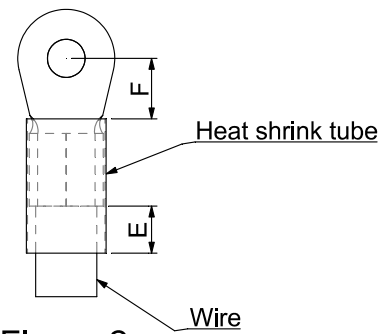

Figure 2.
- 在把電線壓接至符合 UL 認證的環狀端子後，才能在電線套上也是符合 UL 和 CSA 認證的絕緣熱縮套管 (可耐至少 600 VAC，YDPU2)，絕緣熱縮套管的規格請見 Figure 2。